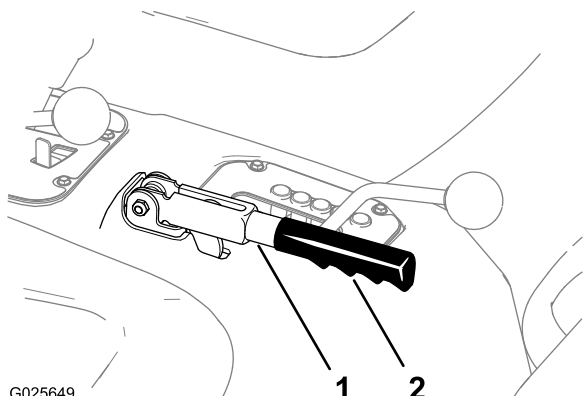

Figura 79
1. Togliete l'impugnatura di gomma dalla leva del freno di stazionamento (Figura 79).
5. Rimontate l'impugnatura di gomma sulla leva del freno di stazionamento (Figura 79).